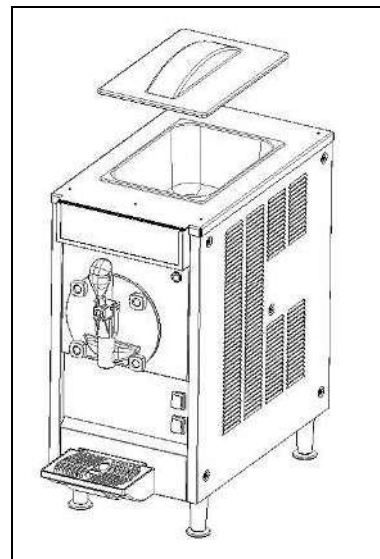

Fig. 5
- Retirer le couvercle du bac supérieur (fig.5).